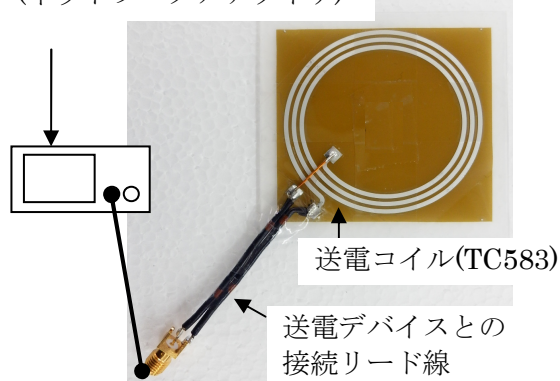

図 2. 送電コイルのインダクタンス測定
- ① 図 2 のように送電コイルに送電デバイスとの接続リード線を取付ける。インピーダンスアナライザまたはネットワークアナライザに送電コイルを接続して、送電コイルのインダクタンスを測定する。測定は 6.78MHz で行うこと。